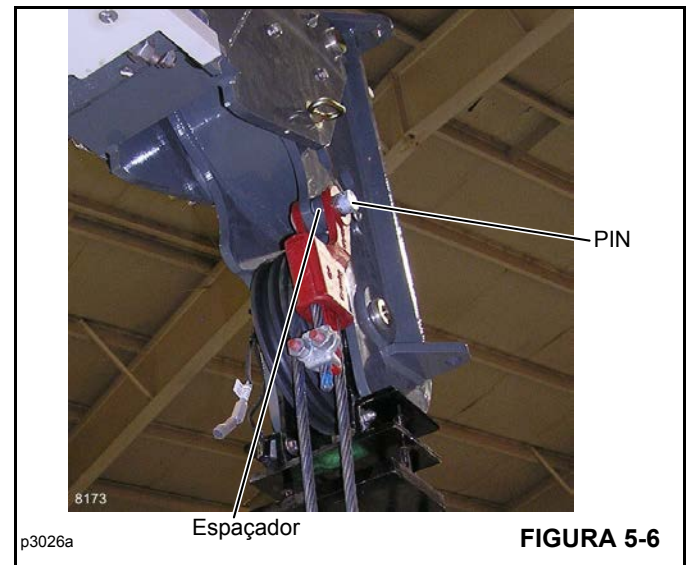

FIGURA 5-6
2. Remova o pino Figura 5-6 que prende o terminal com cunha do cabo e o espaçador na cabeça da lança.